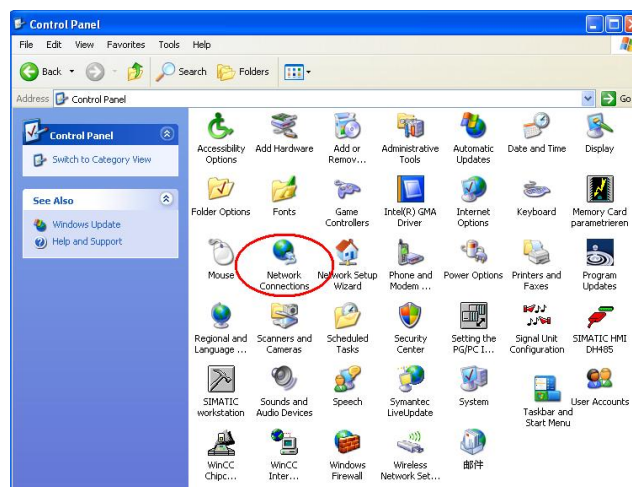

图 3.2.8
1. 进入下载计算机的控制面板，双击 Network Connections 图标，如图 3.2.8 所示：